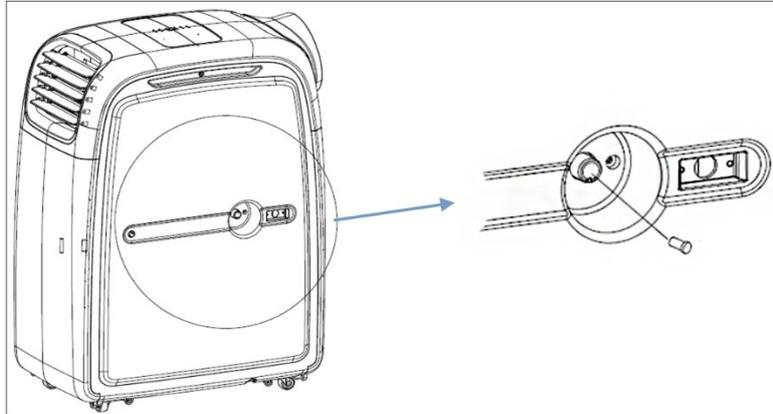

Fig. 3
- o Se il serbatoio dell'acqua è pieno, sul display compaiono i codici “E4” nella modalità operativa deumidificazione e raffreddamento e “E4” nella modalità operativa riscaldamento. Il compressore si ferma. Rimuovere la valvola dall'apertura di drenaggio e lasciare che l'acqua fuoriesca dal tubo di drenaggio (vedere Fig. 3). Poi applicare di nuovo la valvola. Il codice corrispondente scompare dal display LED e il dispositivo continua la messa in funzione.